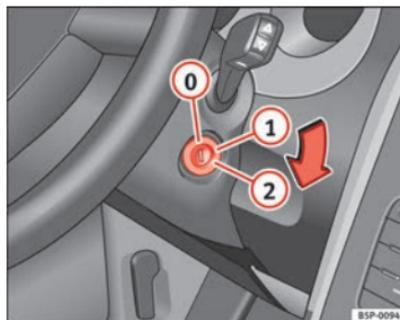

Fig. 140 Posizioni della chiave di accensione
In questa posizione ⇒ fig. 140 sia il motore che il quadro sono spenti e si può inserire il bloccasterzo.
- Girare la chiave fino alla posizione ⇒ fig. 140 ①. La spia  si accenderà nel caso di preincandescenza del motore. ►
- Girare la chiave fino alla posizione ⇒ fig. 140 ①.